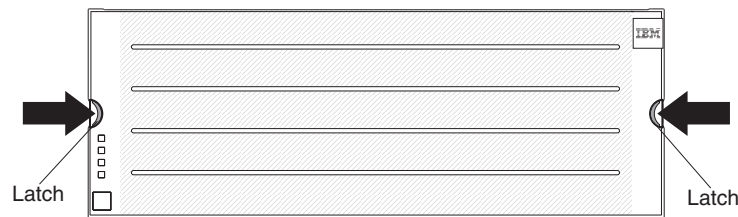

Figura 50. Removendo o painel
- a. Na parte frontal do gabinete de expansão de armazenamento, remova o painel pressionando para dentro as travas (consulte a Figura 50).
- a. Oriente o painel para a parte frontal do gabinete de expansão de armazenamento (consulte a Figura 50).